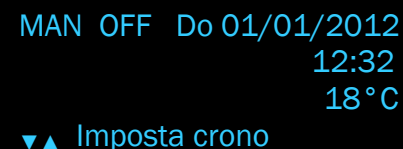

FIG. 4-25
6. scorrere il menù con il tasto  fino a trovare la sezione "imposta crono" (fig. 4-25);